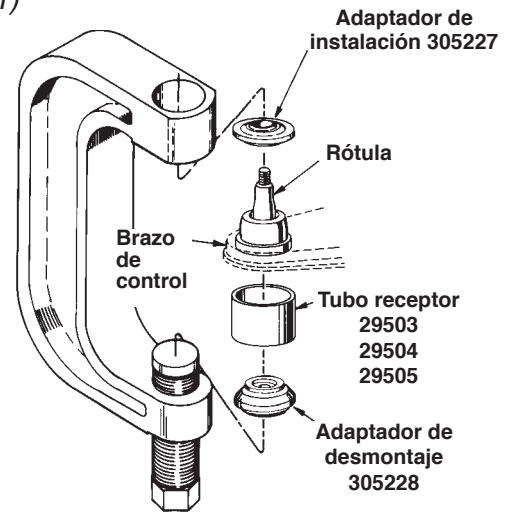

Figura 3
1. Ensamblar la prensa para la rótula encima del brazo de control como se ve en la Figura 3. Seleccionar el tamaño adecuado de tubo (pieza 6, 7 u 8) y colocarlo bajo la rótula del vehículo como indicado.